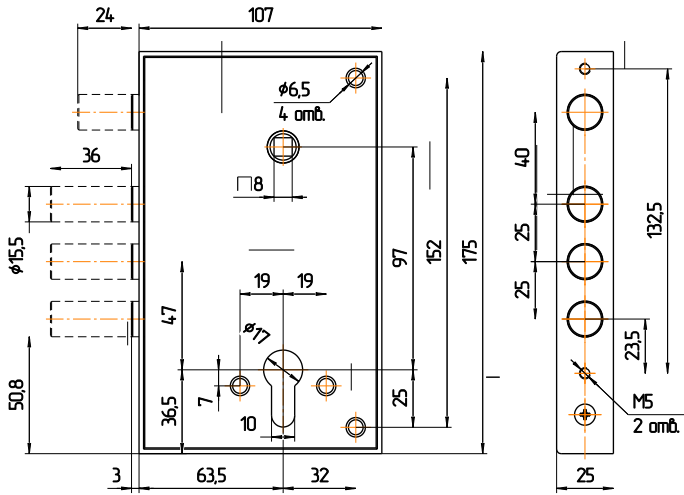

Рис.2
4.1. Произвести разметку на двери согласно рис.2. Выполнить на торце полотна двери отверстия под пальцы засова, задвижки и для крепежа замка. Выполнить на полотне двери отверстия для МЦ, крепежа накладок, с внутренней стороны двери – отверстие для поводка привода задвижки, а в дверной коробке отверстия под пальцы засова и задвижки.